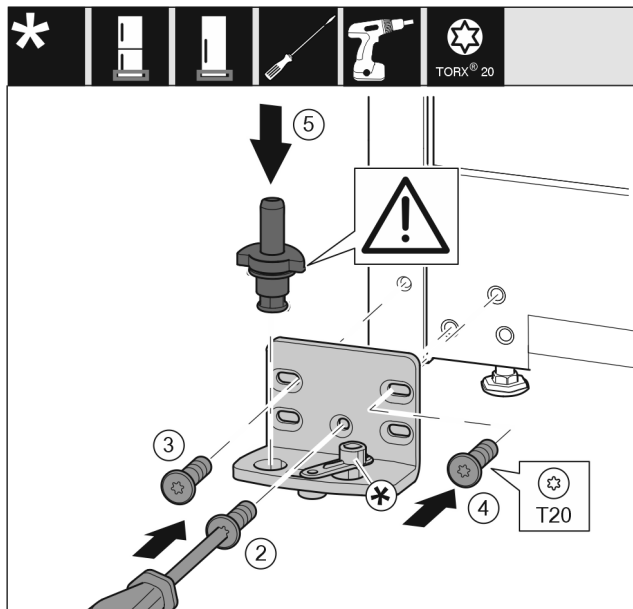

Fig. 16
- Pange laagripukk teisel küljel kohale ja kruvige kruvikeeraja abil külge. Alustage kruviga Fig. 16 (2) alt keskelt.
- Keerake kruvi Fig. 16 (3) ja kruvi Fig. 16 (4) kinni.
- Pange laagripolt Fig. 16 (5) täielikult sisse. Pöörake seejuures tähelepanu sellele, et fiksaatornukk osutab tahapoole.